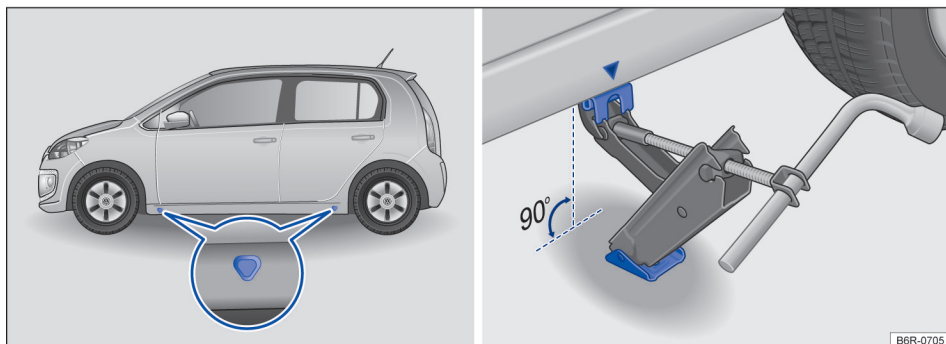

Fig. 146 Pontos de apoio do macaco e macaco posicionado no lado esquerdo traseiro do veículo.
A figura → Fig. 146 ilustra, como exemplo, os pontos de apoio do macaco nos veículos 4 portas. Os veículos 2 portas seguem o mesmo conceito.
O macaco somente pode ser posicionado nos pontos de apoio indicados (marcação na carroceria) → Fig. 146. É válido o ponto de apoio localizado próximo à roda correspondente → ⚠.
6. Procurar sob o veículo o ponto de apoio do macaco → Fig. 146 mais próximo da roda a ser trocada.
8. Garantir que a base do macaco, com toda sua superfície, esteja sobre o chão e que a base se encontre perpendicularmente abaixo do ponto de colocação → Fig. 146.
9. Alinhar o macaco e, simultaneamente, levantar a garra do macaco até ela se encaixar na travessa debaixo do veículo → Fig. 146.
- Posicionar o macaco somente nos pontos indicados. A garra do macaco deve se encaixar no perfil da longarina de forma segura → Fig. 146.